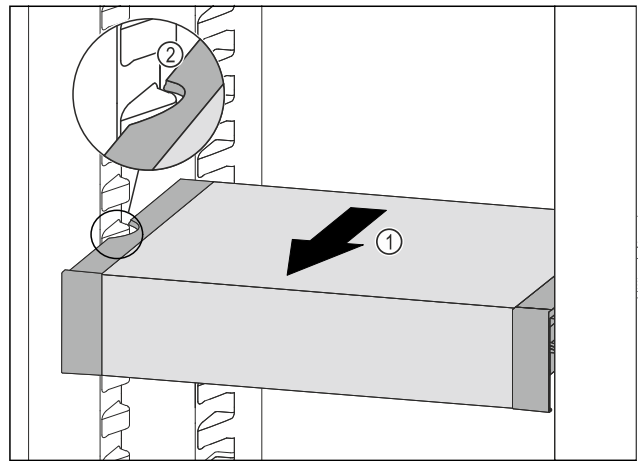

Fig. 123
- ▶ VarioSafe ťahajte dopredu Fig. 123 (1), kým sa bočné vybrania VarioSafe nebudú nachádzať vo výške rebra nádoby v chladničke. Fig. 123 (2)